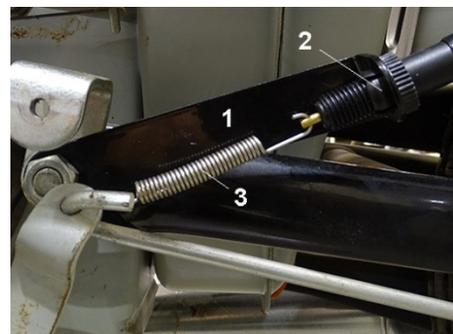

Bild 1
6. Anschließend muss der Haltewinkel (1) montiert werden. Gehen Sie dabei wie folgt vor: Markieren Sie zunächst die Stellung des linken Haubenbefestigungswinkels der Verkleidung auf der Schwinge, um eine spätere Neujustierung zu erleichtern.
9. Positionieren Sie nun den Haltewinkel waagrecht nach hinten, die kurze Wange muss dabei nach außen zeigen und befestigen Sie diesen inkl. der Unterlegscheibe handfest. Der Haltewinkel sitzt hierbei vor dem Haubenbefestigungswinkel. Siehe hierzu Bild 1.
10. Entfernen Sie die Einstellmutter aus Kunststoff (2) vom Bremslichtschalter und setzen Sie diese in die große Aussparung des Haltewinkels von hinten her ein. Schrauben Sie anschließend den Bremslichtschalter vollständig ein und hängen die im Set erhaltene Feder (3) in den Bremslichtschalter sowie anschließend in den vorderen Einhängepunkt der Bremsstange ein.